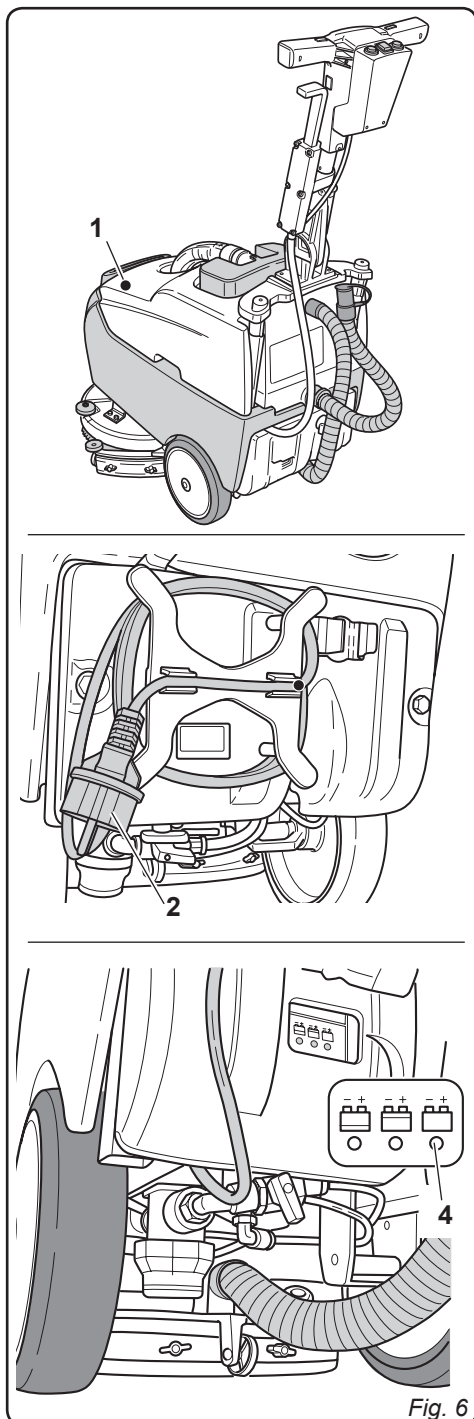

Fig. 6
4.1 CHARGEMENT DE LA BATTERIE (Fig. 6)